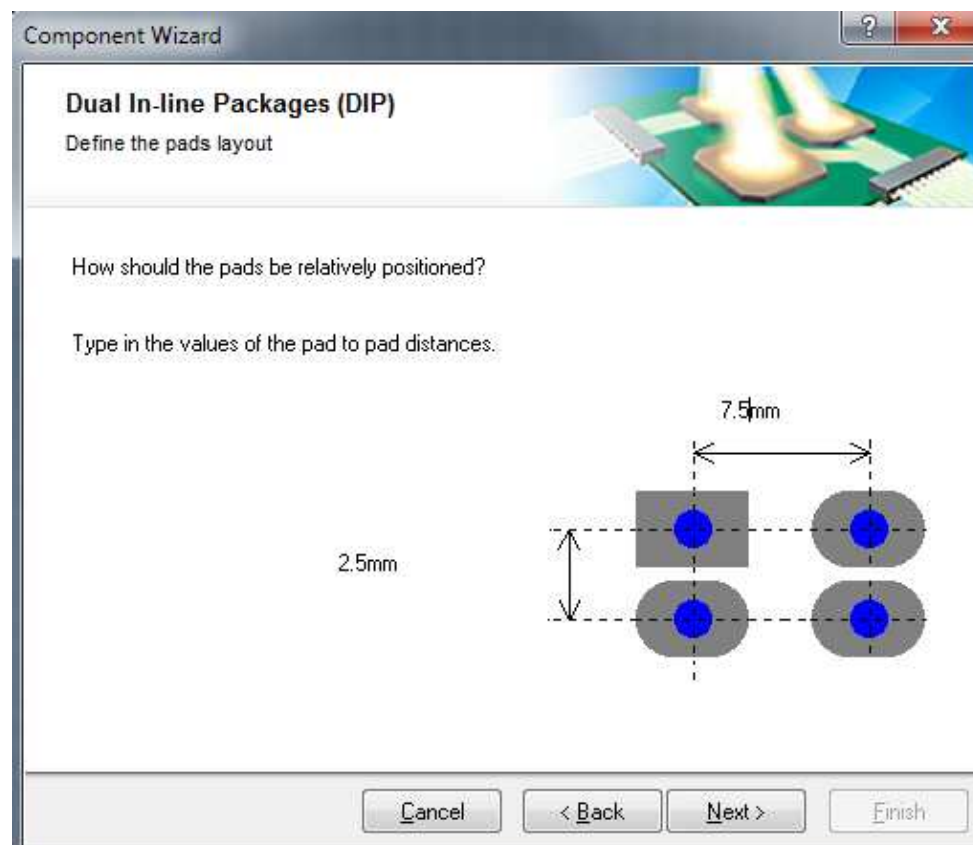

Рис. 100. Расстояние между КП для корпуса 201.14
4. Указать расстояние между КП в одном ряду (шаг ножек микросхемы) и расстояние между рядами КП в соответствии с чертежом корпуса (см. Рис. 100).